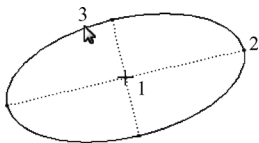

图 2-25 中心和轴椭圆
- 2) 在绘图区域内指定一点作为椭圆的中心，接着指定第一条轴的一个端点，然后移动鼠标光标单击第 3 点来确定椭圆的形状，如图 2-25 所示。